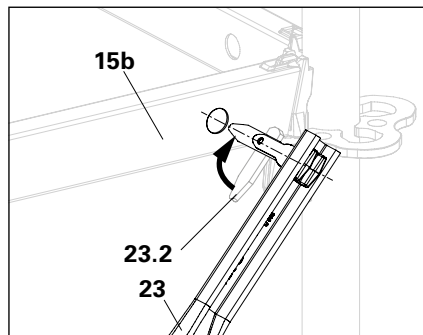

Abb. A4.07c
3. Kippfinger (**23.2**) gerade stellen. (Abb. A4.07c)